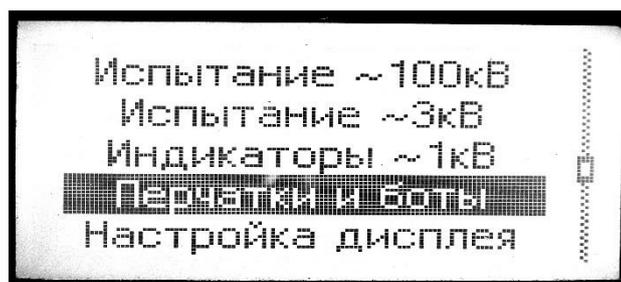

Рис. 8.17
8.5.8. Нажать кнопку «ПУСК» на лицевой панели БУ. На экране появится изображение главного меню и загорится красный сигнальный светильник над входом на испытательное поле. Нажимая кнопки «▲»или «▼» блока управления выделить строку основного меню «Перчатки и боты» (см. рис.8.17) и нажать кнопку «ВЫПОЛНИТЬ» блока управления (включится сирена на 1-2с.) На рис. 8.18 показан вид экрана при включении указанного режима. Нажимая кнопки «▲»или «▼» блока управления выбираем строку «Макс. ток.» и нажимаем кнопку «Выполнить». Вид дисплея приведен на рис. 8.19. Нажимая кнопки «▲»или «▼» блока управления устанавливаем необходимую величину тока нагрузки (максимально допустимый ток одной перчатки) Установив требуемое значение тока - нажать на кнопку «ВЫПОЛНИТЬ». Затем аналогично устанавливаем требуемое время испытания.